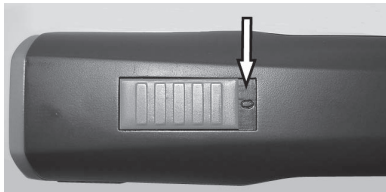

Fig. 4 Bryter i AV-posisjon ("0")
1. Kontroller kontaktene på klippemaskinen (1) og batteriet (2) for fremmedelementer og kontaminasjon.
2. Forviss deg om at bryteren på klippemaskinen er i AV-posisjon ("0") (Fig. 4).
3. Sett batteriet (2) inn i klippemaskinen (3) til batterisperren (1) går i lås på begge sider.
4. Sett klippemaskinen med det innsette batteriet (1) eller reservebatteriet (2) ovenfra og uten makt ned i ladeåpningen på ladestasjonen.
6. Batteriet lader. Under ladingen lyser kontrollampen rødt (3). Når batteriet er ladet minst 90 %, vil den grønne kontrollampen lyse, og laderen vil gå over til vedlikeholdslading.
1. Sett bryteren på "0" (Fig.4).
2. Trykk batterisperren (2) på begge sidene inn, og dra batteriet (1) ut av klippemaskinen.
3. Skyv det ladde batteriet (1) inn i klippemaskinen (2) til batterisperren går i lås på begge sider.